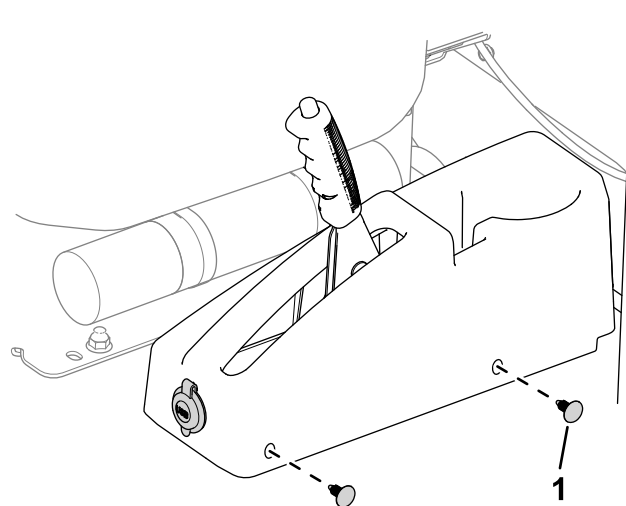

Figura 4
1. Tampão (4)
7. Utilize quatro tampões para prender a cobertura do travão de estacionamento à máquina (Figura 4).